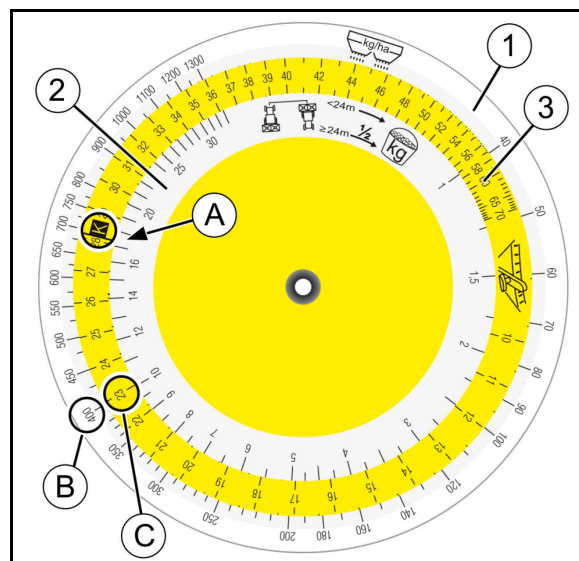

Fig. 70
7. Prenez la disquette de calcul pour le dispositif de contrôle de débit. Cherchez le nombre "17,5" (A) sur l'échelle graduée (Fig. 70/2) qui correspond aux quantités d'engrais recueillies [kg] et mettez-le en vis à vis avec la position "K" choisie (B) sur l'échelle graduée colorée (Fig. 70/3).
8. Recherchez le débit souhaité (400 kg/ha) (C) sur l'échelle graduée pour le débit (Fig. 70/1) et relevez la position des trappes requise (position) "23" (D).